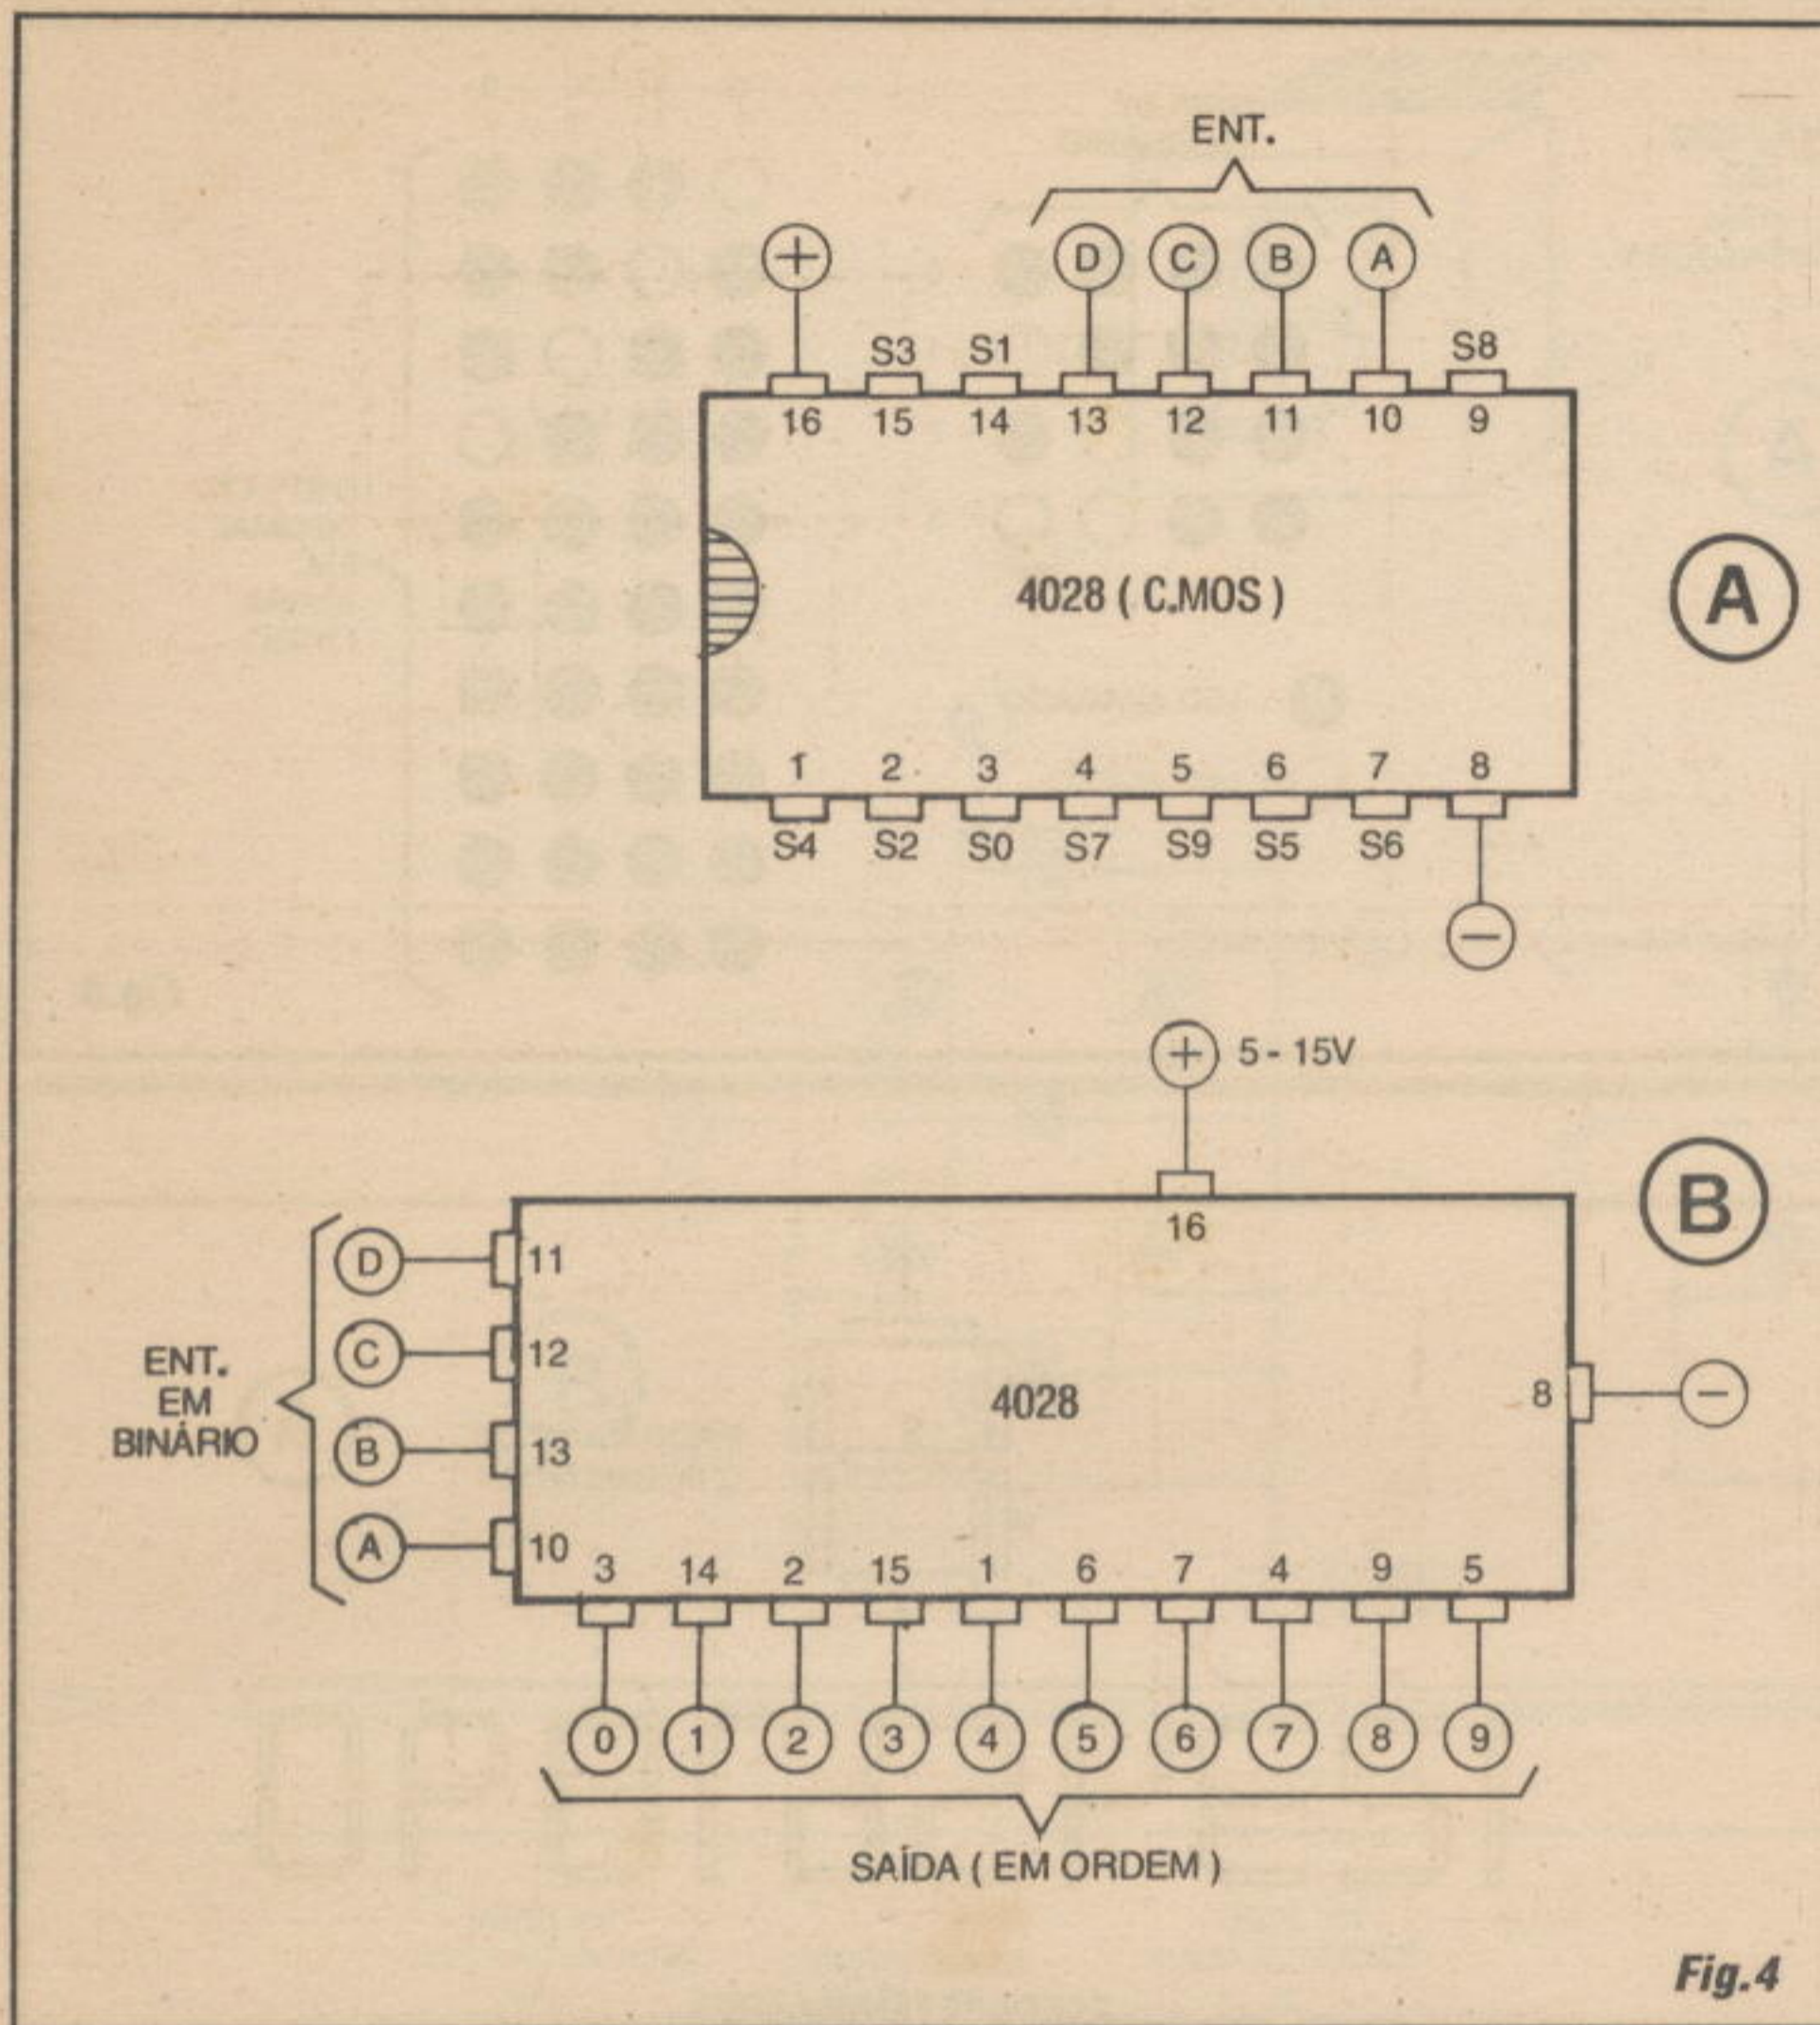

Fig.4
- FIG. 4 - OUTROS TIPOS DE INTEGRADOS CONTADORES... - Ainda dentro da *família* digital C.MOS, temos mais um representando dos CONTADORES, no integrado 4028, cujas saídas obedecem ao mesmo sistema de decodificação